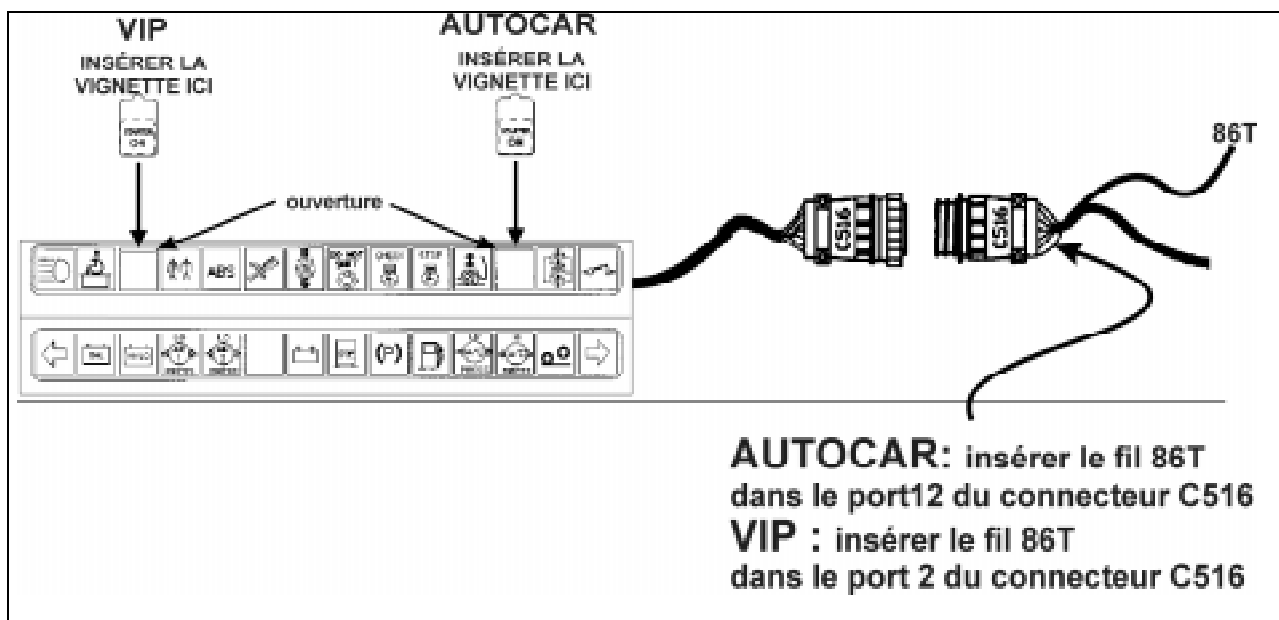

FIGURE 4 : TABLEAU DES TÉMOINS LUMINEUX
5. Insérer le fil 86T (pièce Prévoist 065214) au port #12 (autocars) ou #2 (maison motorisée VIP) du connecteur C516, identifié par une étiquette (figure 4).
9. Insérer la vignette "STARTER ON" (pièce Prévost 563022) dans le tableau des témoins lumineux par l'ouverture du haut. Placer la vignette à l'endroit spécifié sur la figure 4.